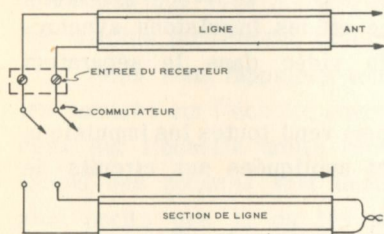
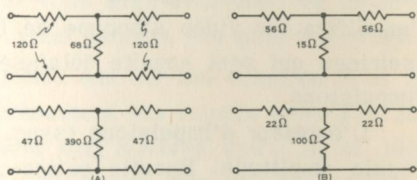

Fig. 7.
Fig. 8. (A) *pads* pour lignes de 300 ohms balancées. (B) *pads* pour lignes de 72 ohms non balancées.
Un autre moyen de corriger ce genre de réflexion consiste à employer des sections de ligne de transmission d'une demie ou d'un quart de longueur d'onde ($\lambda/2$ ou $\lambda/4$) connectées comme l'indique la figure 7. L'usage de ces sections de ligne est plutôt limité car la longueur des *stubs* doit être exacte; autrement l'atténuation du signal réfléchi ne sera pas parfaite. De plus, si une section de ligne corrige la réflexion sur un canal donné, elle affecte les autres canaux; ceci nous oblige à utiliser un commutateur spécial afin de disconnecter les *stubs* en syntonisant un autre canal. Cette dernière méthode est recommandée dans les districts où le signal est faible car les sections de lignes ne l'atténuent pas. Dans les endroits où le signal est puissant, comme l'entourage immédiat d'un poste de télévision, l'usage de *pads* d'atténuation est recommandé. Les figures 8 (A) et 8 (B) démontrent quelques *pads* fréquemment utilisés en télévision; il est vrai que ces derniers produisent une atténuation du signal mais ils offrent l'avantage d'être faciles à fabriquer et ils sont peu coûteux.